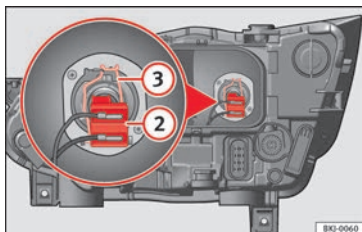

Fig. 111 Nel vano motore: lampadina degli anabbaglianti.
- Estrarre il connettore della lampadina » **fig. 111** ②.
- Sganciare la molla di ritegno » **fig. 111** ③ premendo verso l'interno e a destra.